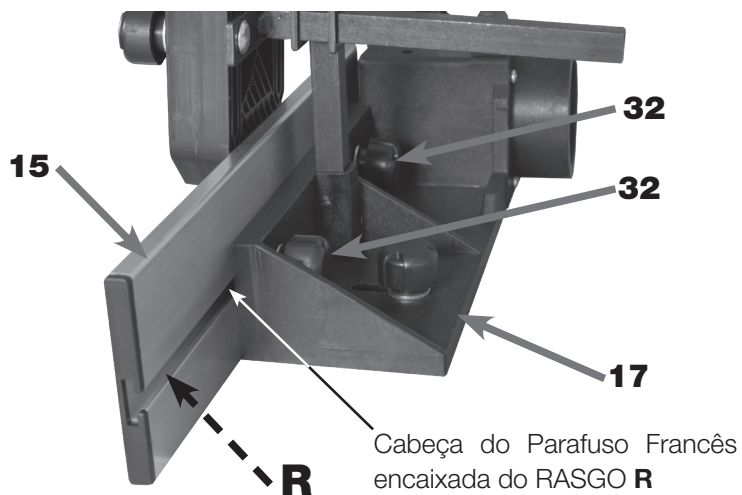
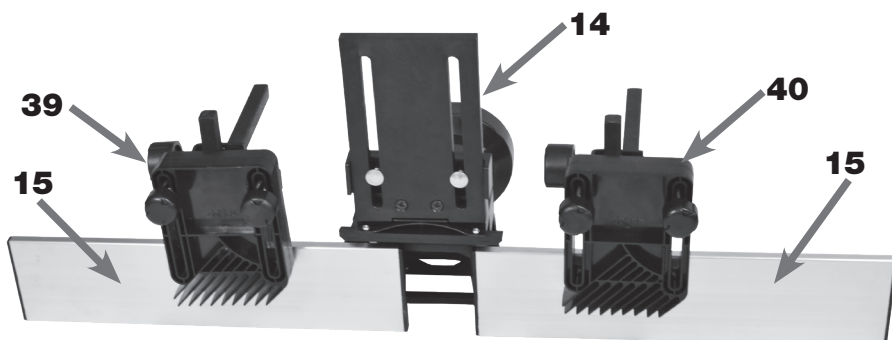

FIGURA 27 - Montagem das Guias Paralelas Batente
FIGURA 28 - Montagem das Guias Paralelas Batente
22. MONTAR as Guias Paralelas Batentes (15) encaixando-as nas cabeças dos Parafusos Franceses (VER figura 27) nos Rasgos Traseiros **R**;
23. POSICIONAR as Guias Paralelas Batentes (15) longitudinalmente (figura 28) apertando-as contra o Suporte de Apoio (17) pelos Manipulos (32) (figura 27);